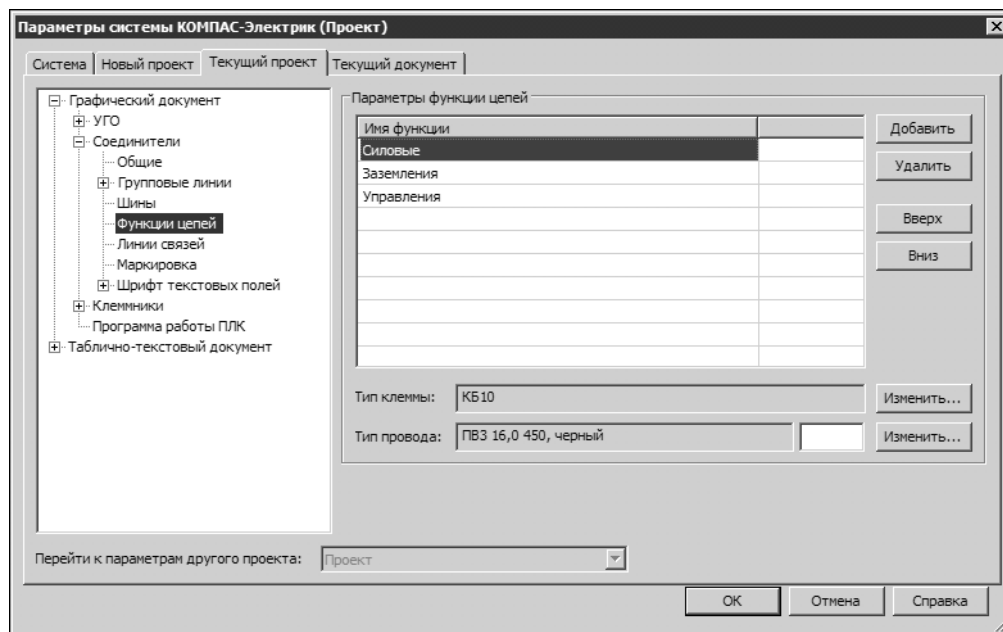

Рис. 26.3. Настройка соединителей. Функции цепей
3. Добавьте функциональные цепи (рис. 26.3 на с. 378) и каждой функциональной цепи назначьте **Тип клеммы** и **Тип провода**, которыми необходимо осуществлять соединения, входящие в данную функциональную цепь (см. раздел 19.1.5 табл. 19.6 на с. 211).